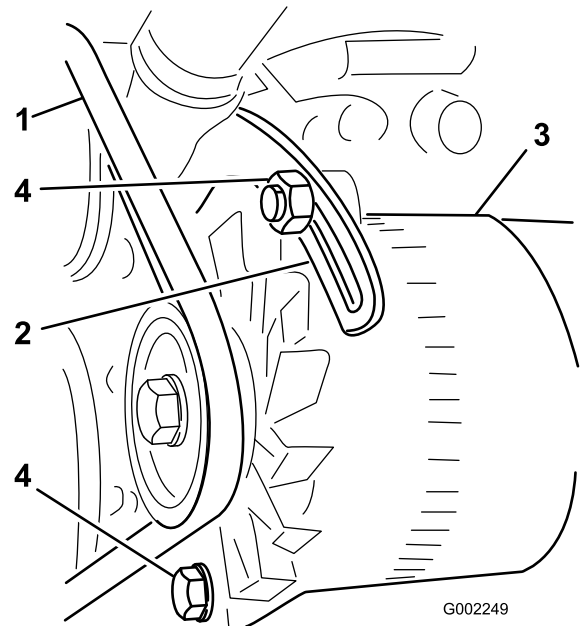

Figura 139
3. Afloje el perno del punto de pivote del alternador; afloje el perno que fija el alternador al tirante ranurado (Figura 139).